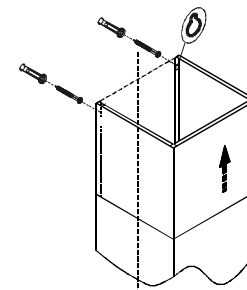

РИС. 4
- 6.2. Крепление верхней фальштрубы (рис. 4):